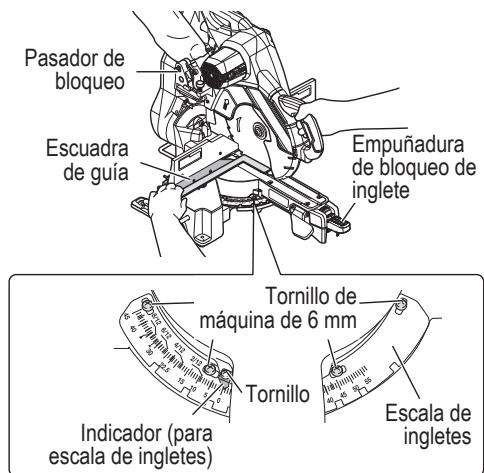

Fig. 18
- Baje el cabezal e introduzca el pasador de bloqueo. Desbloquee la empuñadura de bloqueo de inglete e incline la mesa giratoria hasta que la parada en positivo la detenga en la posición de inglete 0°. No bloquee la empuñadura de bloqueo de inglete. Coloque una escuadra contra la hoja y la guía de la sierra, tal y como se muestra en la Fig. 18 (no toque las puntas de los dientes de la hoja con la escuadra, ya que la medición será imprecisa). Si la hoja de la sierra no queda exactamente perpendicular a la guía, afloje los tornillos de la máquina de 6 mm (4 uds.) que sujetan la escala de ingletes y mueva la empuñadura de bloqueo de inglete y la escala hacia la derecha o la izquierda hasta que la hoja quede perpendicular a la guía, según haya medido con la escuadra. Vuelva a apretar los pernos de la máquina de 6 mm (4 uds.) (Fig. 18). Ignore la lectura del indicador (para escala de ingletes) en este momento.
Observe el indicador (para escala de ingletes) y la escala de ingletes que se muestran en la Fig. 18. Si el indicador (para escala de ingletes) no muestra exactamente 0°, afloje el tornillo de 4 mm que lo sujetta. Vuelva a colocar el indicador (para escala de ingletes) en su sitio y apriete el tornillo de 4 mm.